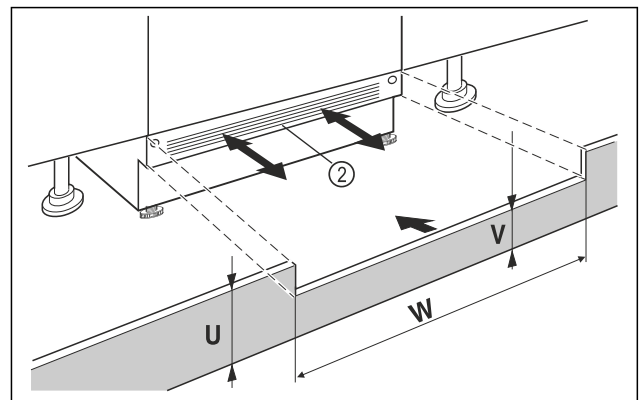

Fig. 71 Beispielhafte Darstellung
- ▶ Gerätesockelblende Fig. 71 (2) aufsetzen aber noch nicht fixieren.
- ▶ Bei sichtbarer Sockelblende *Fig. 71 (2)*, diese so weit nach vorn ziehen, dass Vorderkante Lüftungsgitter und Möbelsockelblende eine Ebene bilden.
- ▶ Bei verdeckter Sockelblende *Fig. 71 (2)*, diese ganz nach hinten schieben.
- ▶ Auf komplett freie Lüftungsschlitze achten: Bei Bedarf Höhe der Möbelsockelblende *Fig. 71 (U)* zuschneiden!
- ▶ Entlang der Nischenbreite *Fig. 71 (W)* die Steghöhe *Fig. 71 (V)* unter der Gerätesockelblende *Fig. 71 (2)* einpassen.